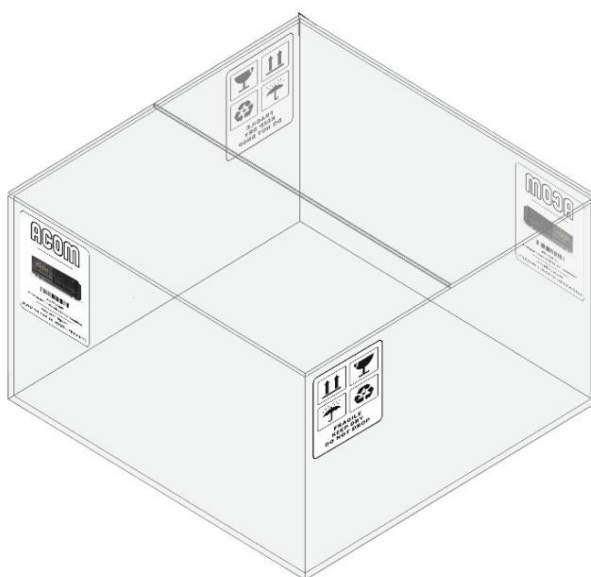
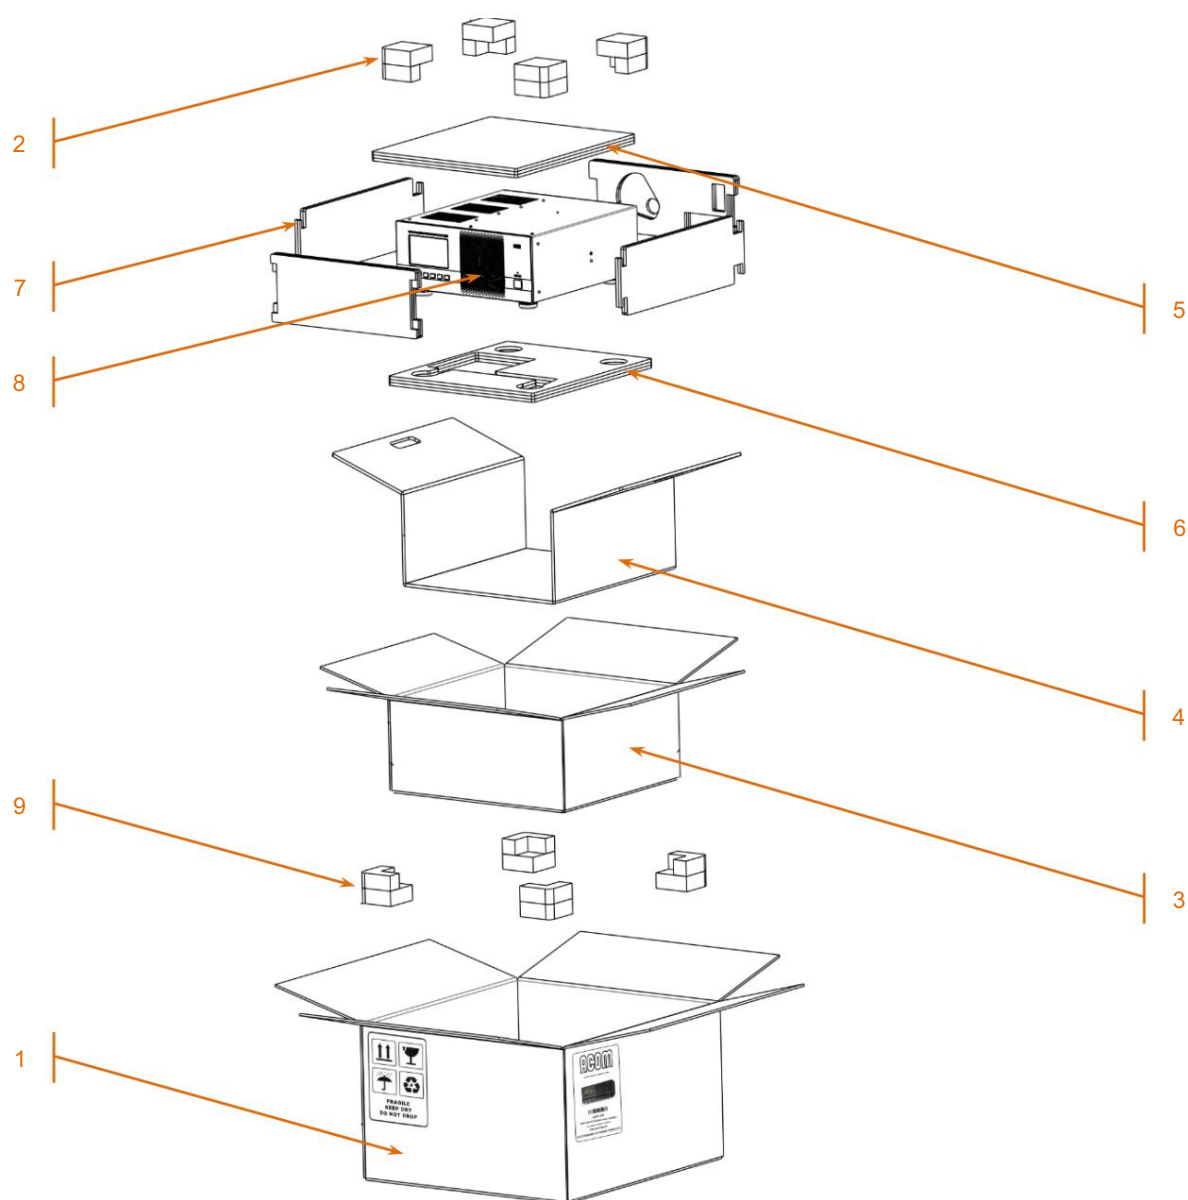

Figure 2-1 | Carton d'emballage (vue extérieure)
Figure 2-2 | ACOM 1200S emballé dans une boîte en carton
- Ouvrez le carton (voir Figure 2-1 | Carton d'emballage \(vue extérieure\) et Figure 2-2 | ACOM 1200S emballé dans une boîte en carton, Pos. 1) ;
- Retirer les éléments de sécurité supérieurs (voir Figure 2-2 | ACOM 1200S emballé dans une boîte en carton, Pos. 2) ;
- Ouvrir le carton intérieur (voir Figure 2-2 | ACOM 1200S emballé dans une boîte en carton, Pos. 3) ;
- Retirer l'amplificateur à l'aide des poignées de l'élément de sécurité central (voir Figure 2-2 | ACOM 1200S emballé dans une boîte en carton, Pos. 4) ;
- Retirez l'amplificateur (Pos. 8) de l'élément de sécurité central et retirez les éléments de sécurité plats supérieur, inférieur et latéraux (voir Figure 2-2 | ACOM 1200S emballé dans une boîte en carton, Pos. 5, 6 et 7) ;
Il n'est pas nécessaire de retirer les éléments de sécurité inférieurs. (voir Figure 2-2 | ACOM 1200S emballé dans une boîte en carton, Pos. 9)